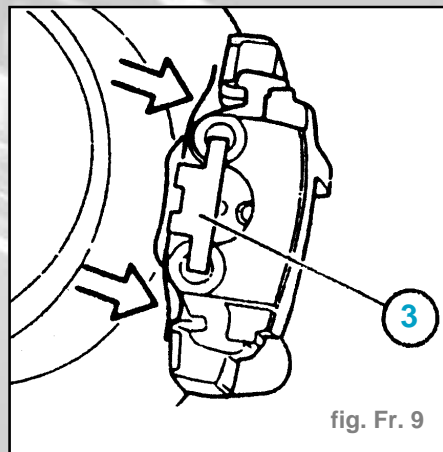

fig. Fr. 9
- Chasser l'agrafe (3) (fig. Fr. 9)